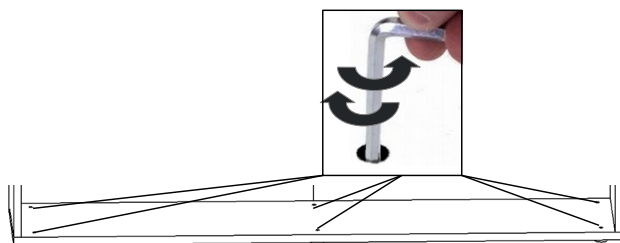

Рис.1.2.1
5) Поднять собранный короб в вертикальное положение. Придвинуть короб кровати вплотную к стене, к которой планировалась его окончательная установка. Приставить вертикально внутри короба кровати строительный уровень. Ориентируясь на его показания, с помощью вращения с помощью ключа Г-образного 4 мм *регулируемых опор* поз.48, добиться вертикальности *боковых панелей* поз.41,42 и касания пола всеми *опорами регулируемыми* поз.48 (см.рис.1.2.1). Отверстия, которые видны внутри короба, закрыть заглушками поз. 48В (см.рис.1.2.2).